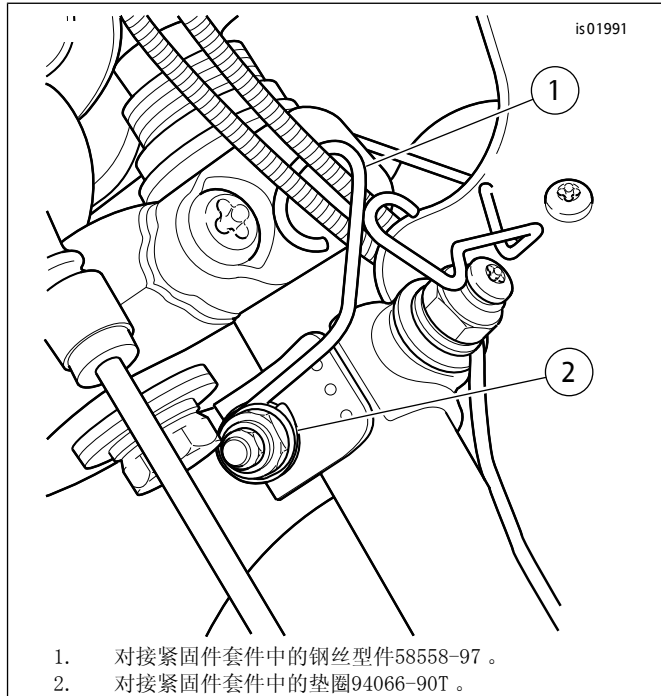

图3。固定节气门拉索（除鹿角样式把手之外的所有把手）（向上观察的视图）
2. 对于鹿角回拉把手以外的其他把手样式，参见图3。使用对接五金套件中的钢丝型件（1）将节气门拉索固定至上部安装夹具，如图所示。将套件中的镀铬垫圈（2）置于钢丝型件和安装夹具螺母之间。